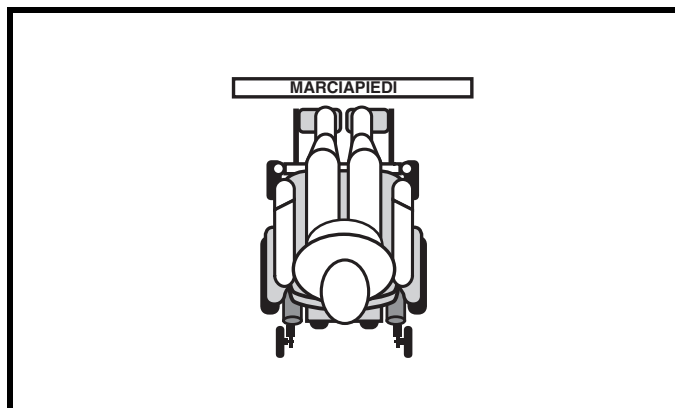

Figura 2. Approccio al marciapiede (corretto)
Adottare la massima cautela nella percorrenza in prossimità delle superfici rialzate, sporgenze non protette, e/o dislivelli in discesa (marciapiedi, porticati, scale, ecc.). Accertarsi di procedere con la Carrozzina posizionata perpendicolarmente rispetto al marciapiede che si deve percorrere. Vedere figura 2.
1. Avvicinare lentamente il marciapiede o l'ostacolo. Vedere figura 2.
1. Avvicinare lentamente il marciapiede o l'ostacolo e verificare che la Carrozzina elettrica stia viaggiando perpendicolarmente all'ostacolo. Vedere figura 2.